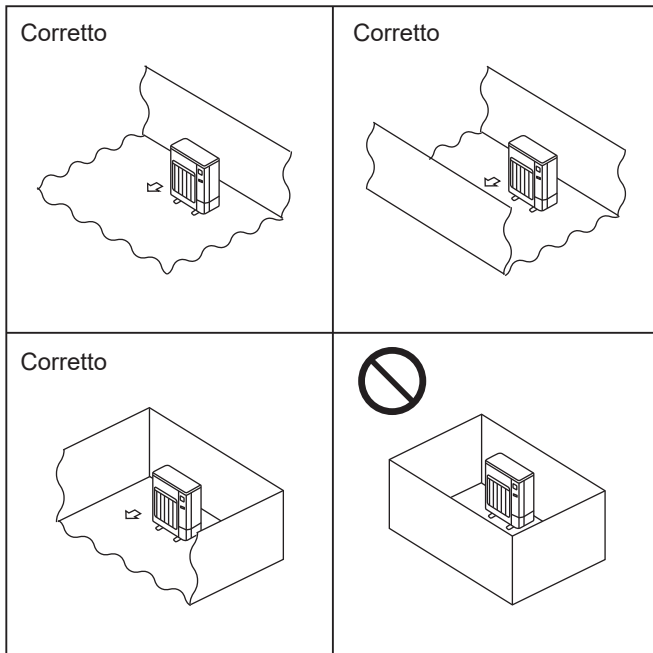

Fig. 2-1
- © Installare unità esterne in un luogo con almeno un lato aperto su quattro e in uno spazio di grandezza sufficiente e privo di depressioni. (Fig. 2-1)